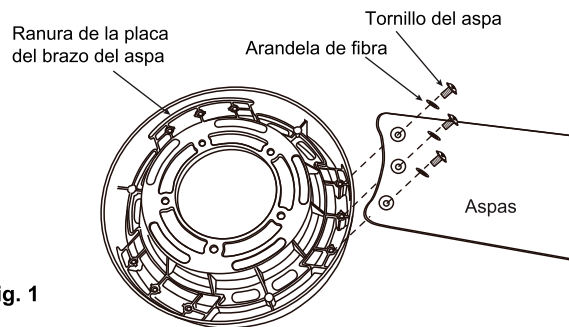

Fig. 1
**Paso 1.** Inserte el aspa a través de la ranura de la placa del brazo del aspa. (Fig. 1) Asegure el aspa con los tres tornillos y la arandela de fibra proporcionados.